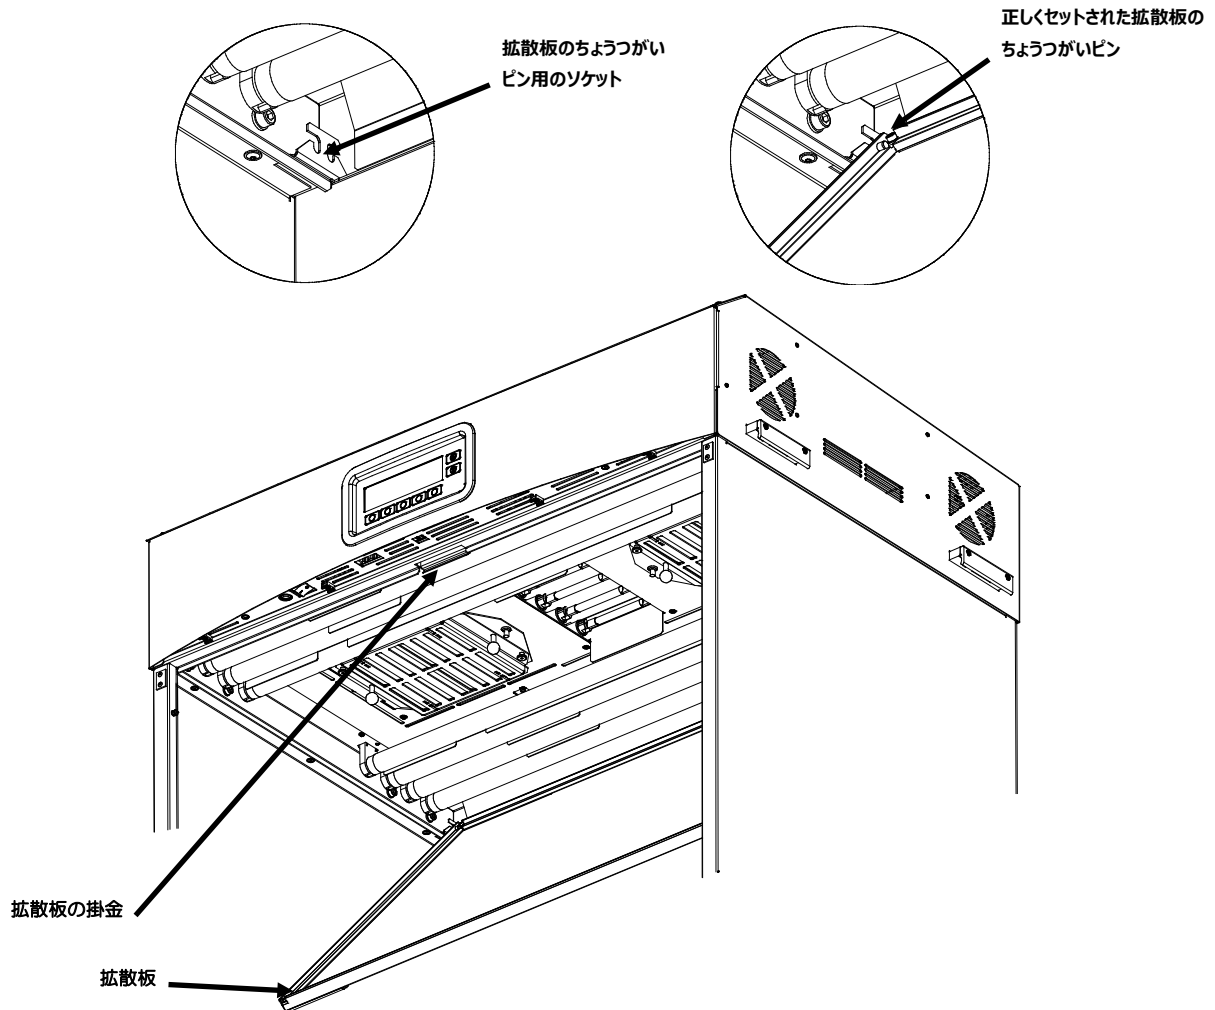

図 7： 拡散板が見える状態の光源装置
9. 光源装置本体後部の後角にある隙間のソケットの前に、後方の各角にある拡散板のちょうつがいのピンを挿入します。（図 7 参照）